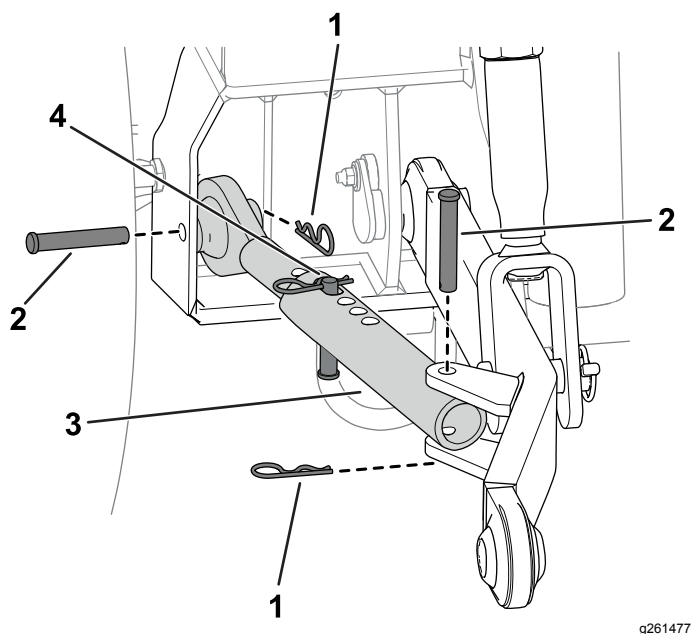

Figura 4
Nota: Figura 3 e Figura 4 mostram a instalação da articulação no lado esquerdo da máquina. Repita este procedimento no lado direito da máquina.
4. Utilize um passador de forquilha e um perno de gancho para prender a articulação de elevação à articulação de apoio (Figura 4).
- Utilize um passador de forquilha e um perno de gancho para prender a articulação de controle de oscilação à articulação de apoio (Figura 4).
- Instale um passador de forquilha e perno de gancho na articulação de controle de oscilação (Figura 4).